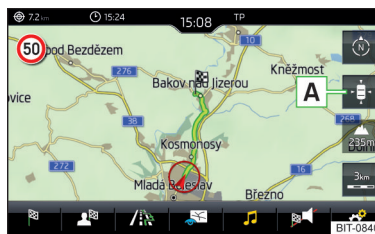

Fig. 222
► Para el **centrado del mapa**, pulsar la superficie funcional  » fig. 222.